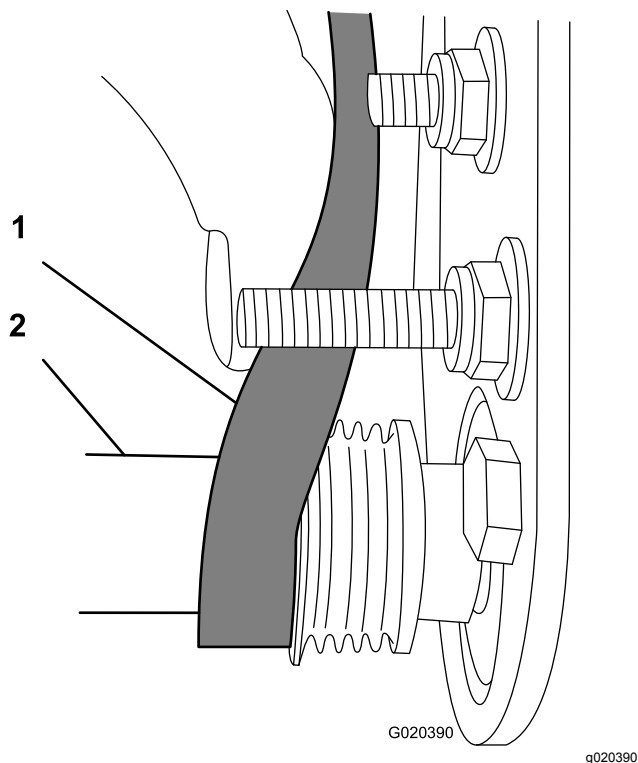

Figura 23
- Utilize uma chave de caixa profunda de 9/16 pol. para rodar o conjunto da escova e orientar a correia para a polia acionada (**Figura 23**).